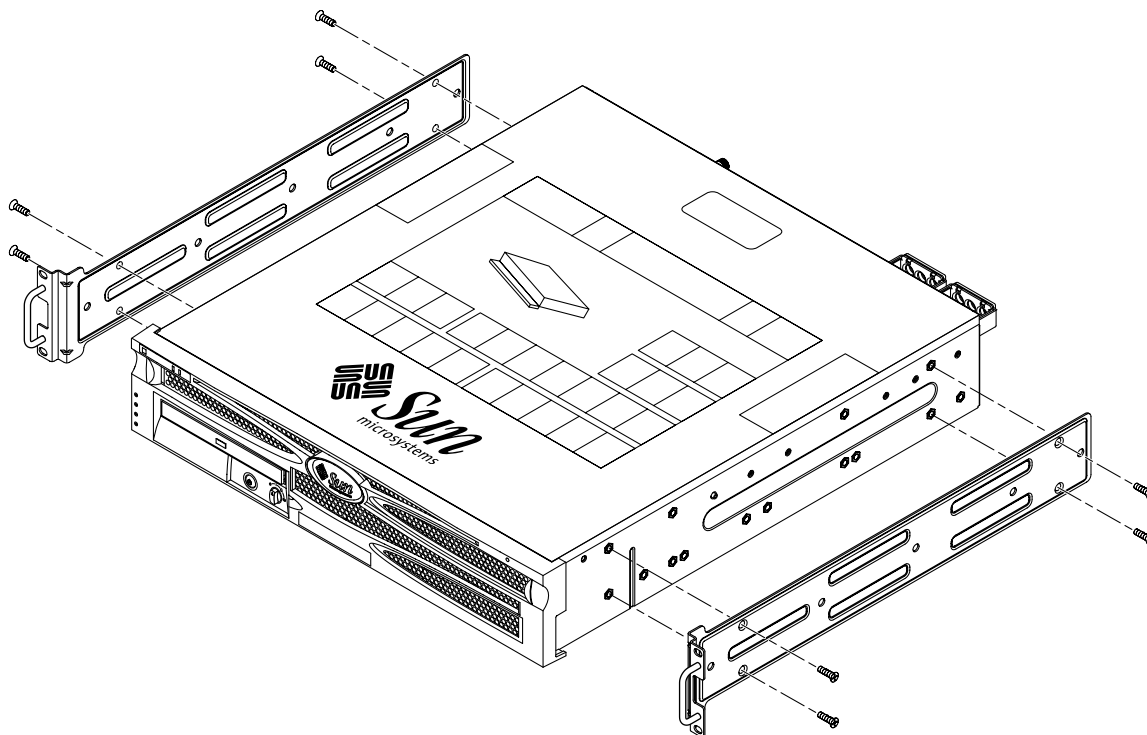

FIGURE 3-7 Fixation des supports de montage sur le serveur
2. **À l'aide de huit des vis cruciformes à tête plate M5 × 8 mm (quatre pour chacun), fixez les supports de montage de part et d'autre du serveur (FIGURE 3-7).**